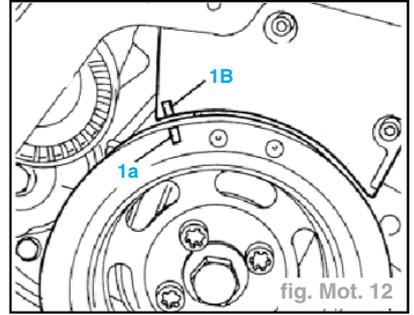

fig. Mot. 12
- Faire tourner le vilebrequin jusqu'à ce que l'encoche (**1a**) situé sur la poulie de commande d'organes auxiliaires arrive en face de l'ergot (**1b**) situé sur le carter de protection de la courroie de distribution, ainsi le piston du 1er cylindre se trouvera à peu près au P.MH. en phase d'explosion (fig. Mot. 12).